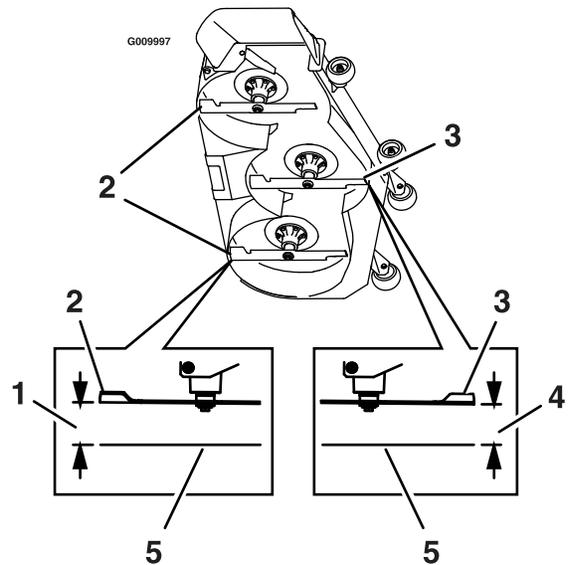

Bild 83
8. Messen Sie den Abstand zwischen dem Boden (ebene Fläche) bis zur vorderen Spitze des mittleren Messers (Bild 83).